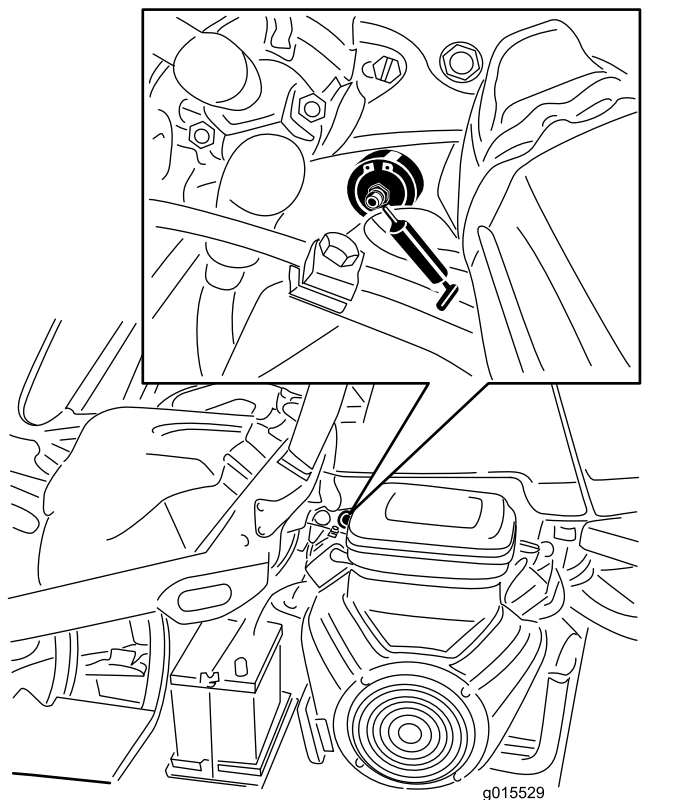

Figura 28
1. Limpe os bocais de lubrificação para não forçar a entrada de matérias estranhas no rolamento ou casquilho (Figura 28).